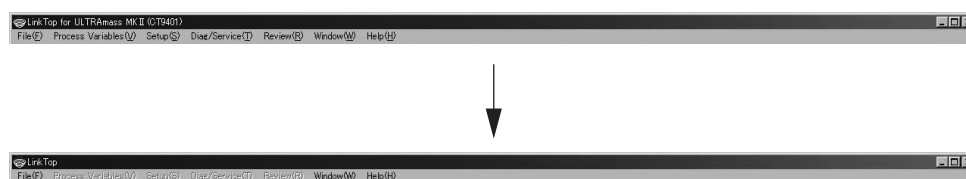

図14
- ④ 接続が終了すると図14のように、メニューが一部使用不可(文字の色が白色)となります。